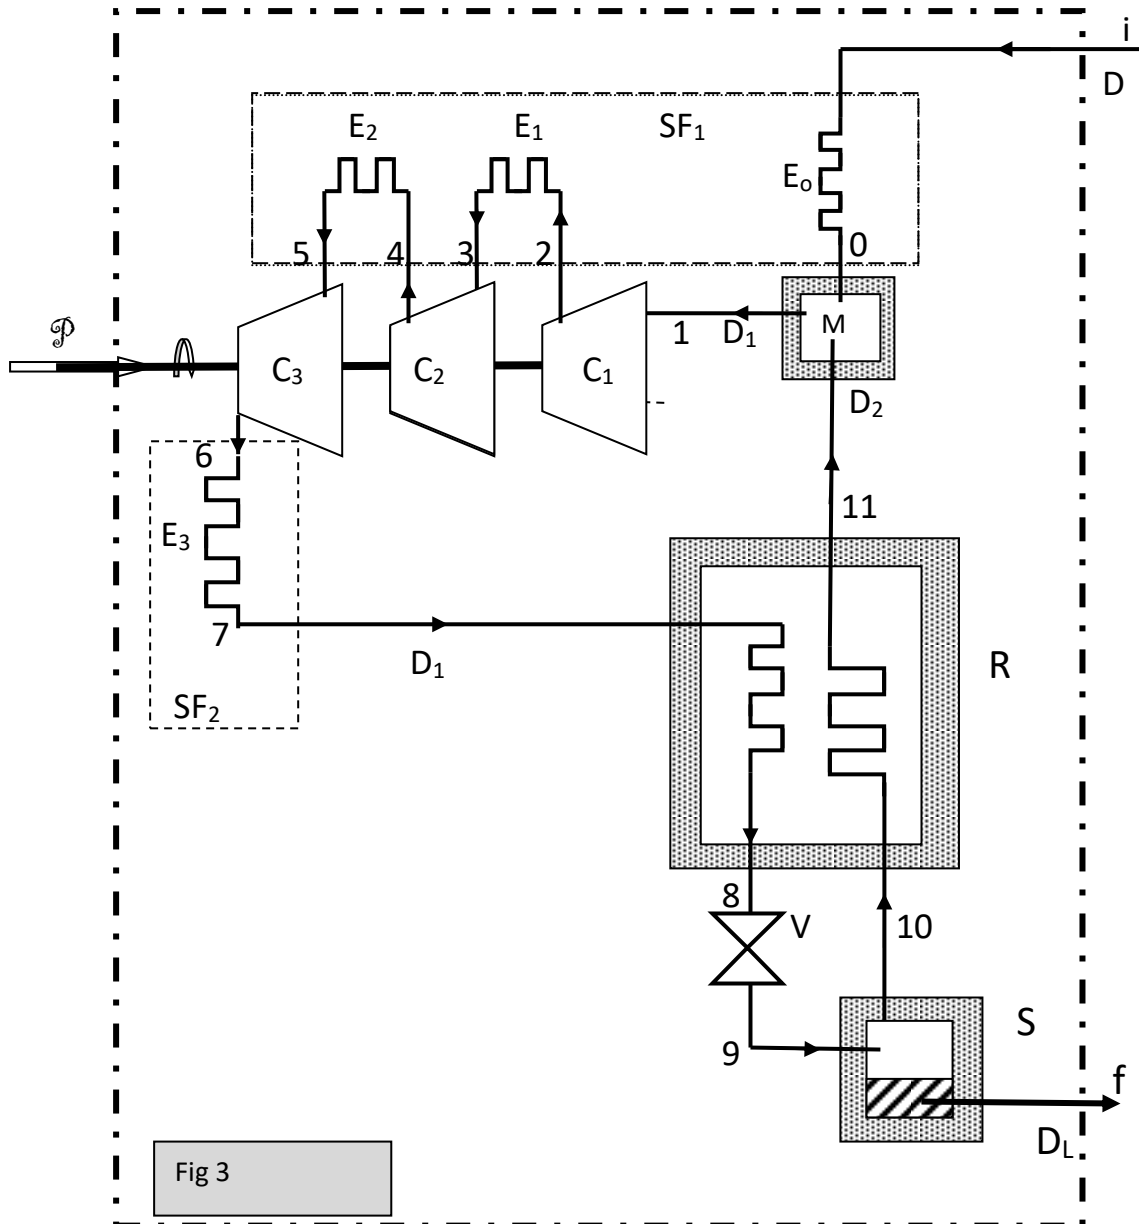

Fig 3
L'installation comprend (Fig 3):
- Les échangeurs E_0 , E_1 et E_2 échangent de la chaleur avec la source froide SF_1 d'un réfrigérateur ditherme REF_1 (SF_1 est représentée par - - - - - sur la figure 3; le réfrigérateur n'est pas représenté sur la figure 3). La température du méthane en sortie de chacun de ces échangeurs est celle de la source froide SF_1 : $T(0) = 7^\circ\text{C}$.
SF₁ et SF₂ sont les sources froides de 2 réfrigérateurs dithermes REF₁ et REF₂ (non représentés sur la figure 3), la source chaude étant l'air extérieur à la température T₀= 25°C. Ces réfrigérateurs ont un coefficient de performance (ou efficacité) noté Cop=5 ; leurs compresseurs (non représentés sur la figure 3) sont alimentés électriquement, leurs rendements electro-mécanique étant égaux à 100%.